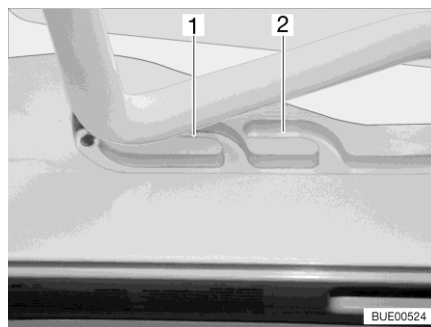
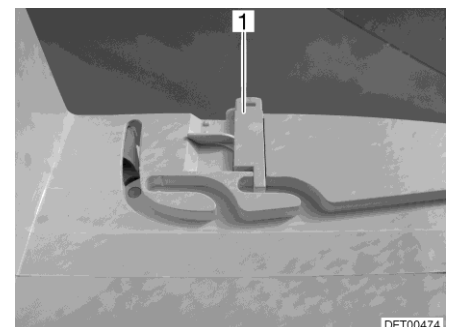

Bild 122 Spår (ventilationsläge)
Bild 123 Lås (ventilationsläge)
Heki-takluckan kan ställas i två ventilationslägen: Läget för dåligt väder (Bild 122,1) och mittläget (Bild 122,2). Beroende på modell kan takluckan låsas i mittläget med de båda spärrarna (Bild 123,1) till höger och vänster om ramen till takluckan.
- Tryck bygeln lätt uppåt och skjut in den i det valda spåret (Bild 122,1 eller 2) och lås eventuellt.